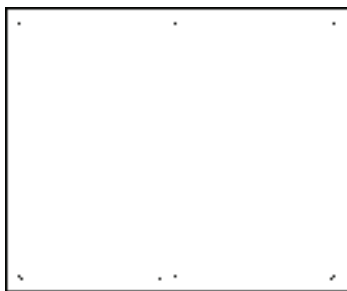

图 3-101 打开素材
1) 按〈Ctrl+O〉组合键, 打开配套光盘提供的“第 3 章/3.4.1 墙面 UCS.dwg”素材文件, 结果如图 3-101 所示。